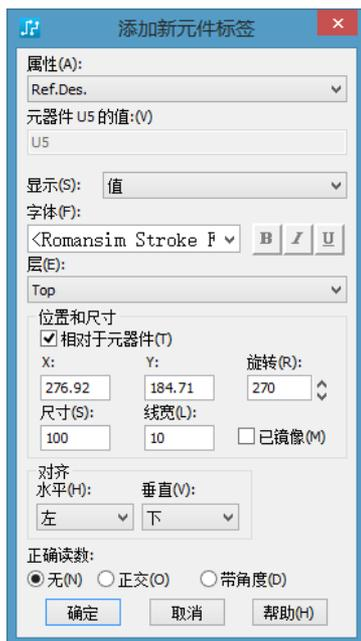

图 8-10 “添加新元件标签”对话框
(1) 单击鼠标左键选中元器件, 再单击鼠标右键, 在弹出的快捷菜单中选择“添加新标签”命令。
(2) 弹出如图 8-10 所示的“添加新元件标签”对话框。
(3) 在“属性”下拉列表框中选择想要的属性, 如“Value”选项。
(4) 在“元器件 U5 的值”接受已有的值或修改该数值。
(5) 在“显示”下拉列表框中选择“值”选项。
(6) 在“字体”下拉列表框中选择想要的字体形式。
(7) 在“层”下拉列表框中选择放置该标签的层。
(8) 在“位置和尺寸”选项组中设置标签字号大小、坐标和是否镜像。
(9) 在“对齐”选项组中随意设置即可。